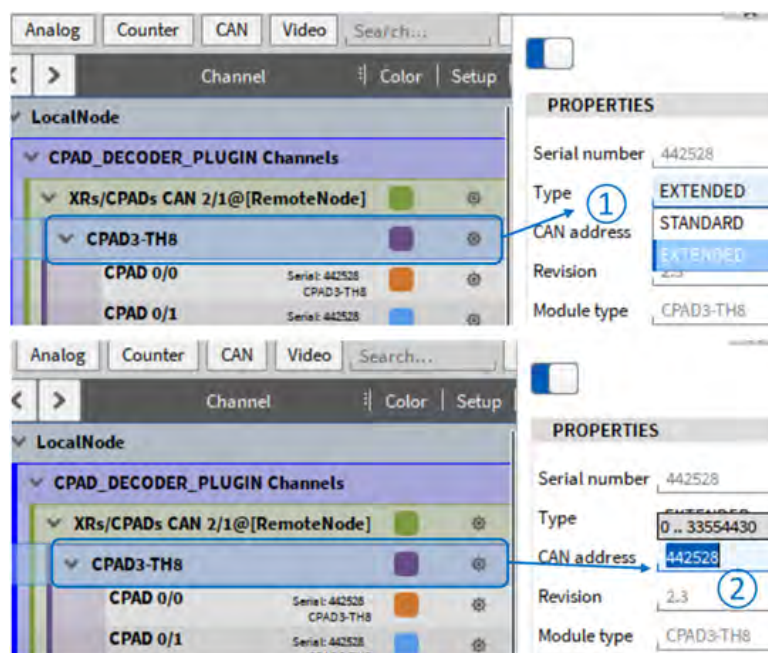

Fig. 4.35: CPAD の個別のプロパティ
CPAD から送信される CAN メッセージの CAN address/ID を 10 進数形式で編集できます (図の ① Fig. 4.35 を参照)。ID Type では Extended (デフォルト) または Standard を選択できます (図の ② Fig. 4.35 を参照)。